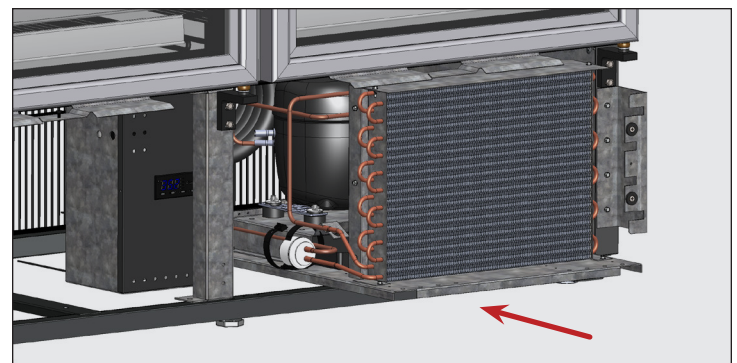

Fig. 8. Deslice cuidadosamente la unidad de condensación a su posición inicial y vuelva a colocar los pernos.
10. Deslice cuidadosamente el conjunto del compresor a su posición y vuelva a colocar los pernos. Véase la fig. 8.